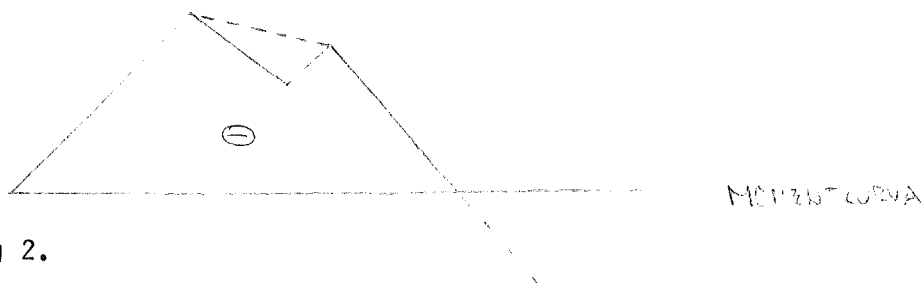

fig 2.
-2 eller 3 brytpunkter i ett momentintervall leder till momentjustering. Se fig 2. Vid fler brytpunkter presenteras inget avkortningsförslag.